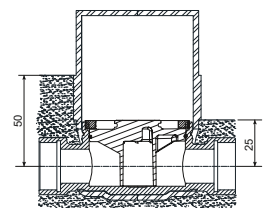

Abb. 2
- 6.5. UPT fachmännisch installieren. Dabei auf Fixierung der Rohrinstallation mit schallisolierten Schellen möglichst in optimaler Einputztiefe achten. Die Markierung an den Einputzschalen (Abb. 2) kennzeichnet die optimale Einputztiefe (Rohrmitte bis Fertigwand 25 mm bis 50 mm). Größere Tiefen erfordern später Verlängerungshülsen für die Rosette.
- 6.7. Einputzschalen so um das UPT legen, dass die Sechskant-Aussparungen am UPT-Anschluss anliegen und mit dem beigelegten Gummiring fixieren (siehe Abb. 2).